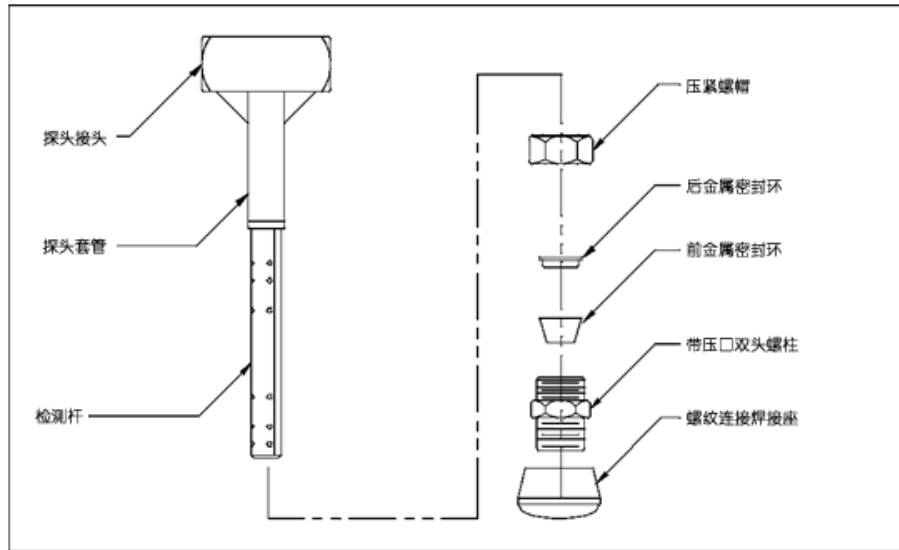

图 2: 威力巴® V100 型
- 将检测杆、压紧螺帽、后金属密封环、前金属密封环和带压口双头螺柱拧到螺纹连接焊接座上（用手拧紧），然后将探头组件插入管道。注意后金属密封环和前金属密封环的顺序和锥形的方向必须如图 2 所示。
- 依次将压紧螺帽、后金属密封环、前金属密封环套进套管中。**注意后金属密封环和前金属密封环的顺序和锥形的方向必须如图 2 所示。**后金属密封环必须紧挨着压紧螺帽，其锥形端面必须面向前金属密封环。前金属密封环的锥形端面必须指向带压口双头螺柱。